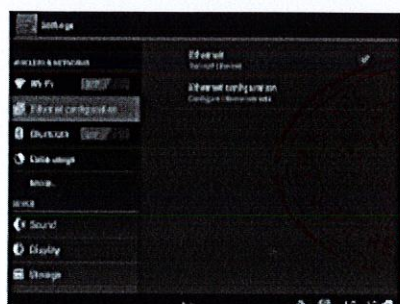

Рис. 6.15
(2) Нажмите **ETHERNET**, в меню выберите "Ethernet configuration" (см. Рис. 6.15).